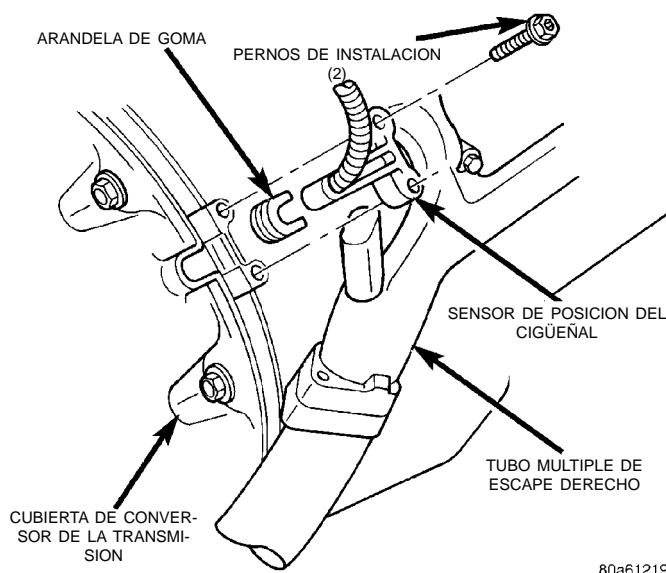

Fig. 30 Sensor de posición del cigüeñal—Motor de 5.2L/5.9L
El sensor está empernado en la parte superior del bloque de cilindros, cerca de la parte trasera de la culata de cilindro derecha (Fig. 30).
- (1) Desconecte del mazo de cableado principal el mazo del cable flexible de conexión (conector de 3 vías) del sensor de posición del cigüeñal.
- (2) Retire los dos pernos de instalación (de cabeza hexagonal reculada) del sensor (Fig. 30).
- (3) Retire el sensor del motor.